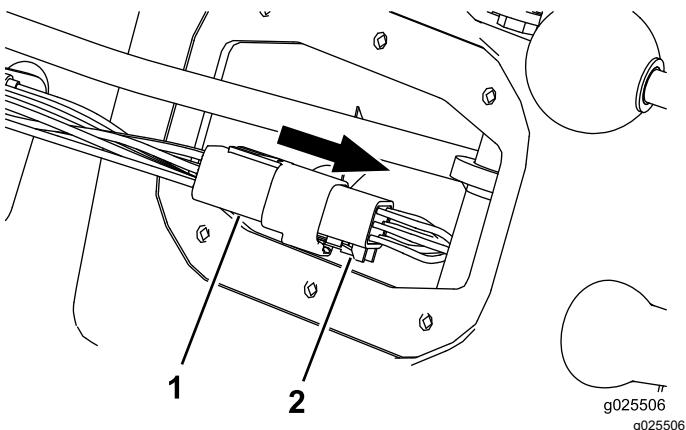

Figura 12
- Desligue o conector do indicador de mudança da cablagem da máquina (Figura 12).